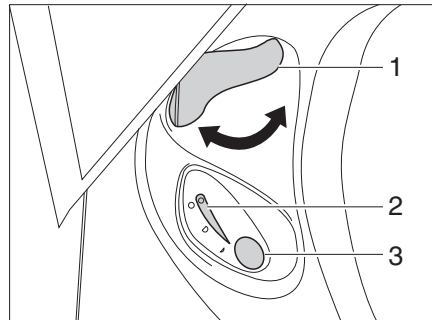

Fig. 162 Unité de commande des toilettes Thetford
- Avant d'actionner la chasse d'eau, ouvrir le curseur de la toilette Thetford. Tourner pour cela le levier du curseur (Fig. 162,1) dans le sens inverse des aiguilles d'une montre.
- Pour actionner la chasse d'eau, appuyer sur le bouton de chasse bleu (Fig. 162,3).
- Après la chasse d'eau, fermer le curseur. Tourner le levier du curseur (Fig. 162,1) dans le sens des aiguilles d'une montre.
Le voyant de contrôle (Fig. 162,2) s'allume lorsque la cassette Thetford doit être vidangée.
- Tourner le levier du curseur (Fig. 162,1) dans le sens des aiguilles d'une montre. Le curseur se ferme. Pour la vidange le curseur **doit** être fermé dans la toilette Thetford.
- Avant d'actionner la chasse d'eau, ouvrir le curseur des toilettes Thetford. Tourner pour cela le levier du curseur (Fig. 162,1) dans le sens inverse des aiguilles d'une montre.
- Pour actionner la chasse d'eau, appuyer sur le bouton bleu (Fig. 162,3).
- Après avoir actionné la chasse d'eau, fermer le curseur. Tourner le levier du curseur (Fig. 162,1) dans le sens des aiguilles d'une montre.
Le voyant de contrôle (Fig. 162,2) s'allume lorsque la cassette Thetford doit être vidée.
- Tourner le levier du curseur (Fig. 162,1) dans le sens des aiguilles d'une montre. Le curseur se ferme. Pour la vidange il **faut** que le curseur des toilettes Thetford soit fermé.